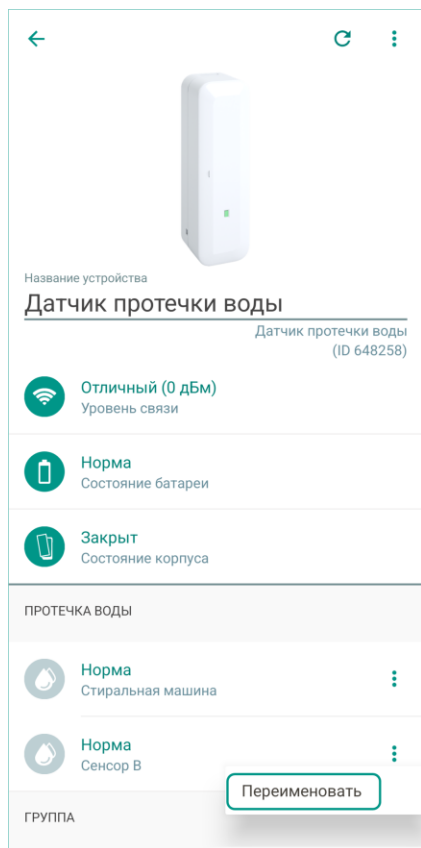

Рисунок 12.3 — Переименование сенсоров
- Коснитесь кнопки вызова меню подключенного устройства (три точки в правой части строки с названием сенсора), и выберите пункт *Переименовать* (см. рисунок 12.3).